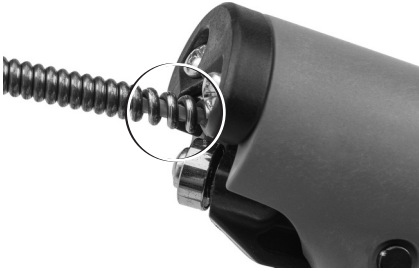

Figure 9 – Filetage corse en fin de câble
courue par le câble. Ne permettez pas au câble de déborder dans une canalisation plus importante. Cela risquerait de nouer le câble ou de provoquer d'autres dégâts. Le câble est pourvu d'un filetage d'embout trop corse pour passer par l'AUTOFEED. Cela se voit lorsque le câble arrive en fin de course (Figure 9).
2. Retirez le câble du tourniquet jusqu'à ce que son épaississement devient visible (Figure 9).